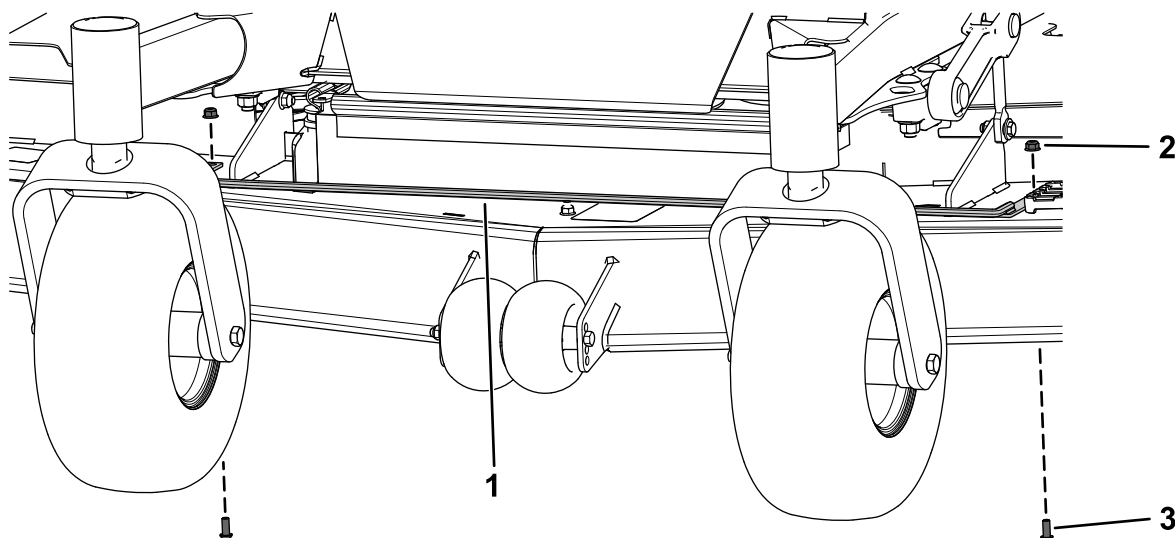

Рисунок 15
4. Зафіксуйте передній нижній каркасний стрижень із використанням раніше видалених 2 гвинт зі сферичною головкою (5/16 x 3/4 дюйма) та 2 фланцевих гайок (5/16 дюйма), як показано на Рисунок 15.